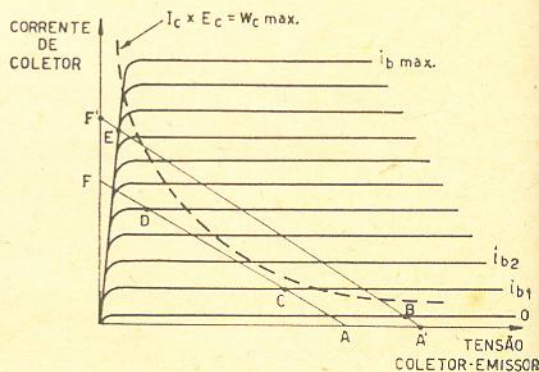

Figura 3
As diretrizes que orientam a aplicação dos transistores aos circuitos de pulsos são bastante diversas daquelas empregadas no projeto de circuitos de rádio, TV, amplificadores, etc.. Nestes últimos, os estágios são do tipo "linear", isto é, o sinal de saída constitui uma razoável reprodução do sinal de entrada. Tal não é necessariamente o caso nos circuitos de pulsos, onde os transistores funcionam mais como "comutadores" do que como amplificadores. Para que se possa avaliar o que isto significa em termos de desempenho dos componentes, examinaremos a figura 3, que representa as curvas características de um transistor em ligação de emissor comum.
Por outro lado, quando trabalhamos em técnica de pulsos, o transistor encontra-se ou em corte ou conduzindo ao máximo (pontos B e E da figura 3); decorrem daí as seguintes vantagens:
4) admitindo como instantânea a transição de um para outro estado (de B para E ou vice-versa), poderemos estar na situação da figura 3, onde a reta de carga corta a curva de dissipação contanto que B e E fiquem abaixo da mesma. Deste modo poderemos trabalhar com maior corrente de coletor sem perigo de danificação por excesso de potência consumida. Convém ainda lembrar que, mesmo quando estamos com potência dissipada inferior à máxima permitível, deveremos tomar cuidados quanto a correntes e tensões máximas indicadas pelo fabricante. Tensões excessivas no sentido direto